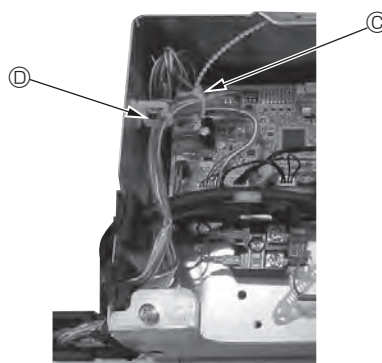
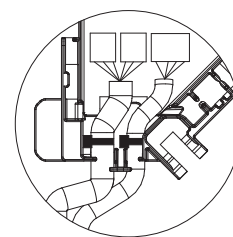

Fig. 10-14
Fig. 10-15
- Поместите излишние соединительные провода датчика i-See и приемника сигнала в проволоочный хомут в коробке электрических компонентов, как показано на схеме, и зафиксируйте провода зажимом вместе. (Fig. 10-14) Убедитесь, что лента, фиксирующая соединительные провода датчика i-See и приемника сигнала, расположена внутри коннекторной коробки. (Fig. 10-15)